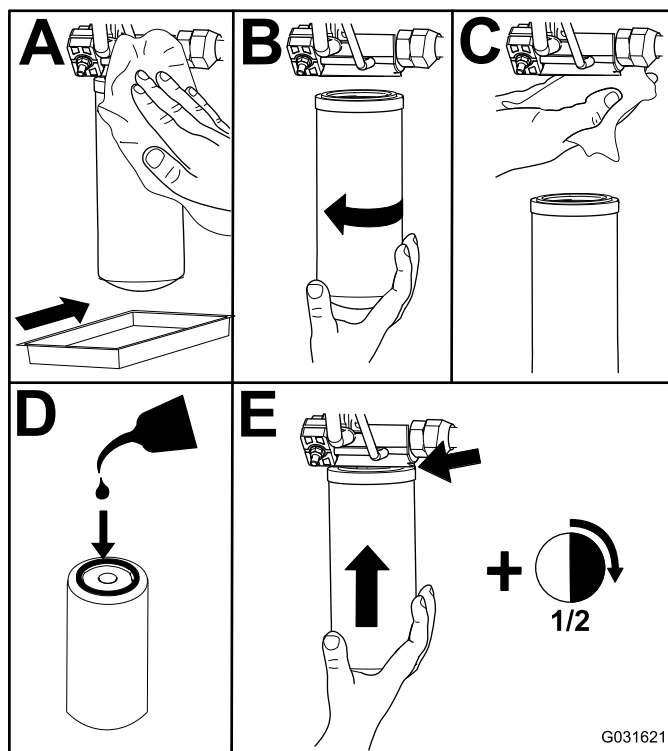

Figura 76
2. Substitua os filtros hidráulicos (Figura 76).